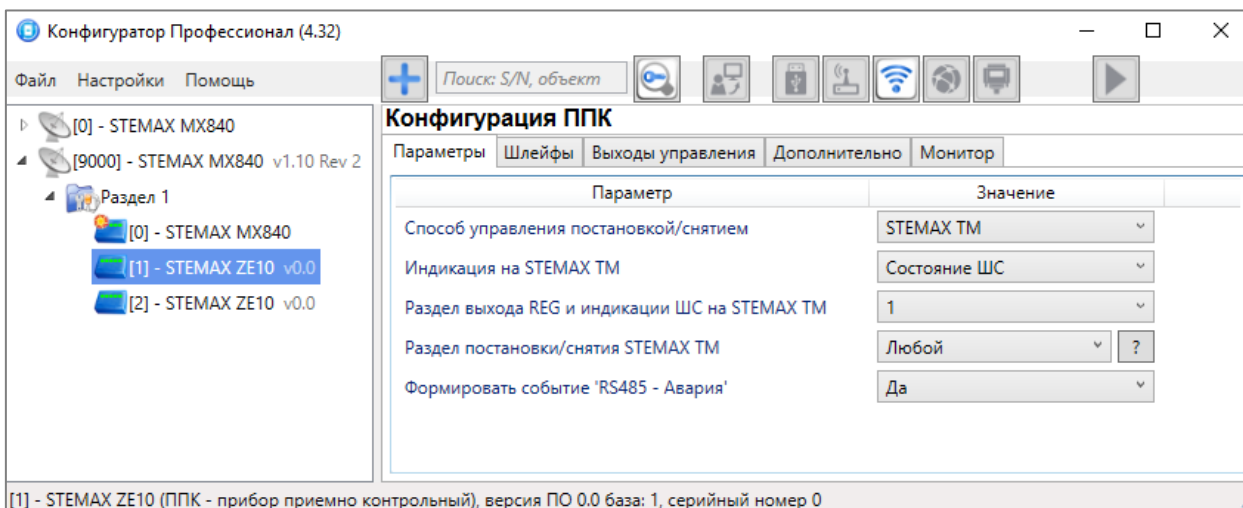

Рисунок 4.5 — Конфигурация СКП, вкладка *Параметры*
- *STEMAX ТМ*: подключение считывателя с модулем индикации STEMAX ТМ, производства НПП "Стелс" (см. рисунок 4.5).